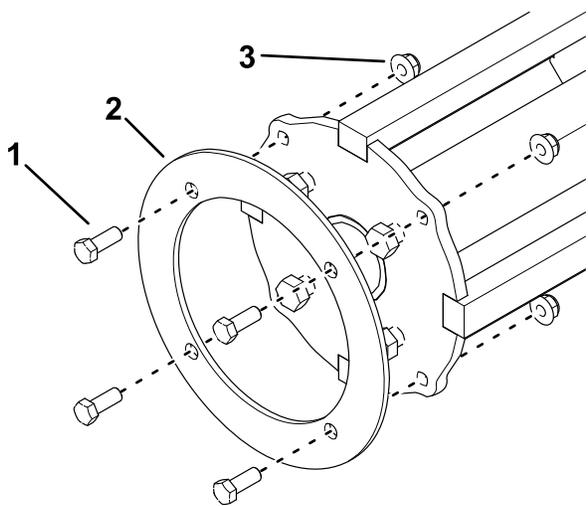

Рисунок 9
6. Отверните 4 болта, 4 гайки и снимите крепежную пластину (Рисунок 9).
3. Установите крепежную пластину (Рисунок 9).